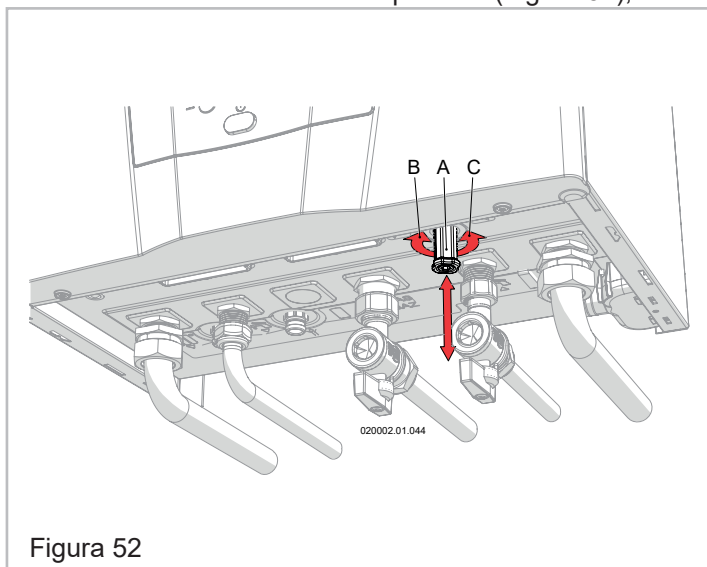

Figura 52
2. - Tirare verso il basso la manopola "A" (Figura 52);
5. - Chiudere il rubinetto di carico "A" (Figura 52) ruotandolo in senso orario;
In taluni modelli di apparecchio la manopola di carico impianto "A" (Figura 52) potrebbe essere assente. Per eseguire il carico dell'impianto agire quindi sul dispositivo previsto dall'installatore a monte dell'apparecchio stesso;
⚠ ATTENZIONE!!! Durante il normale funzionamento il rubinetto di carico "A" (Figura 52) deve rimanere sempre in posizione di chiusura. Se col tempo la pressione scende ripristinarne il valore corretto. Nel primo mese di funzionamento può essere necessario ripetere più volte questa operazione per togliere eventuali bolle d'aria presenti nell'impianto.